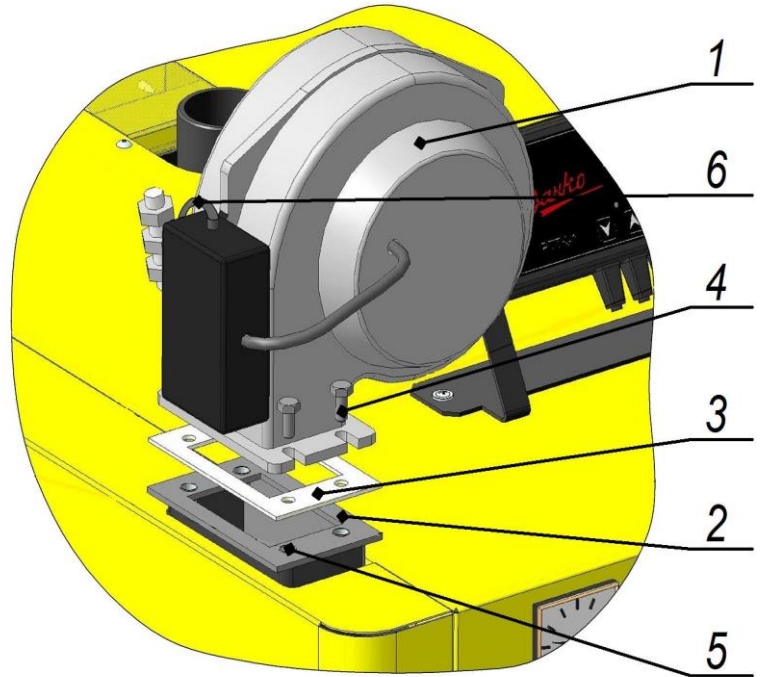
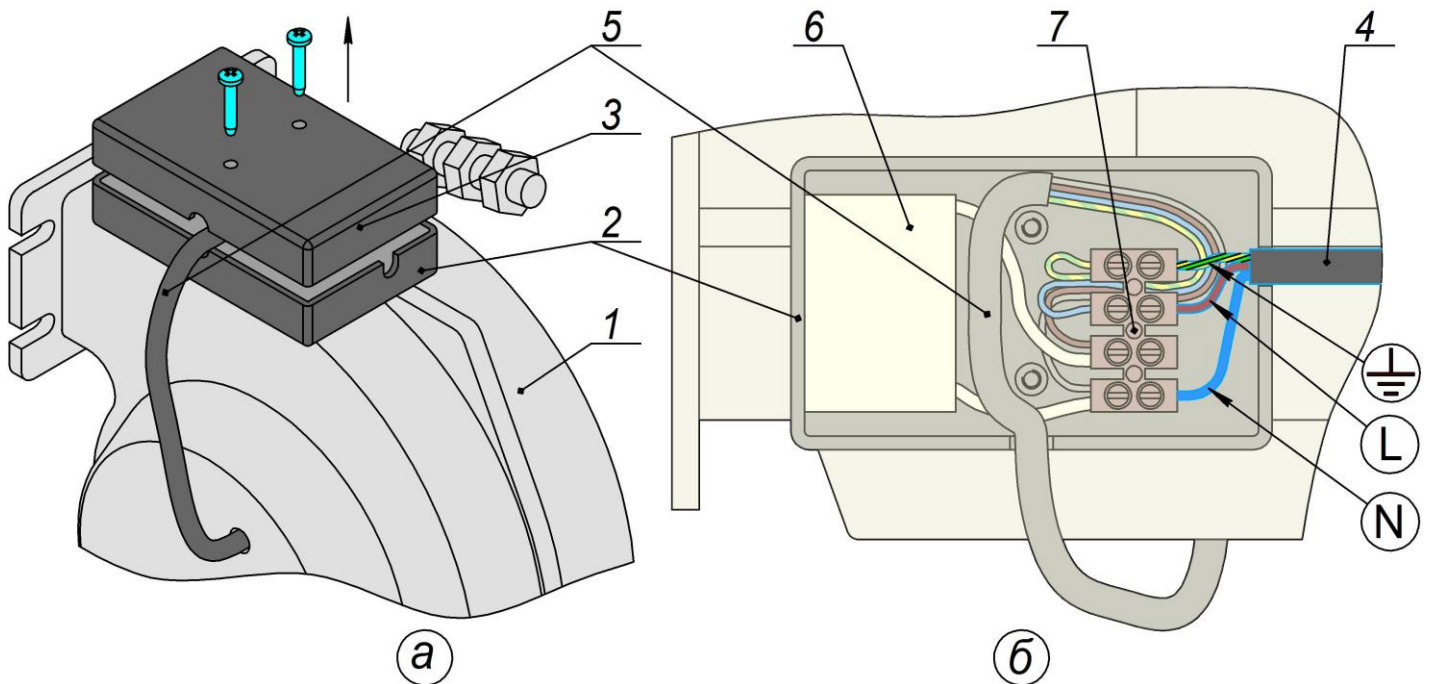

Рис.7. Монтаж вентилятора:
Рис.8. Підключення провoda вентилятора:
6.7.1. Вентилятор в транспортному положенні знаходиться в топці котла. Монтаж вентилятора необхідно проводити у відповідності з рис.7. Під'єднання електропроводів необхідно проводити у відповідності з рис.8б. Попередньо необхідно зняти кришку клемного блока вентилятора (див. рис. 8а), а після під'єднання усіх проводів, встановити її на місце.